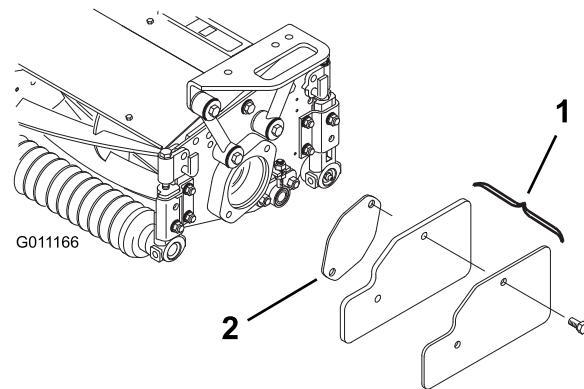

Figura 20
- Rimuovete le zavorre e la guarnizione (Figura 20) dall'estremità interna dell'unità di taglio destra.